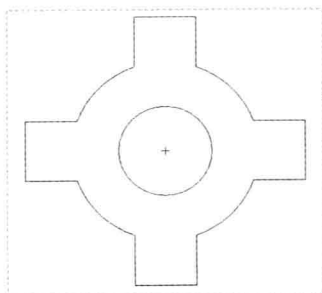

图 3-44 图形文件
Step 01 按【Ctrl+O】组合键，打开图形文件，如图 3-44 所示，在“功能区”选项板的“草绘”选项卡中，单击“尺寸”面板中的“法向”按钮.